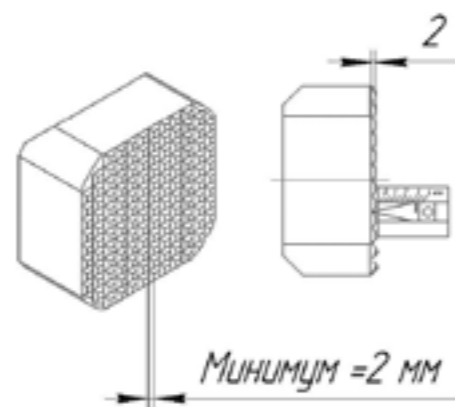

Рис. 4 Неподвижный вкладыш зажима.
- Проверить состояние вкладышей зажима, при обнаружении износа более 2 мм, произвести замену. Перед замером впадины на поверхности вкладыша очистить, минимальная глубина 2 мм см. рис.4.
6.1.8. Проверить состояние вкладышей зажима. При чрезмерном износе или иных повреждениях заменить см. рис.4.